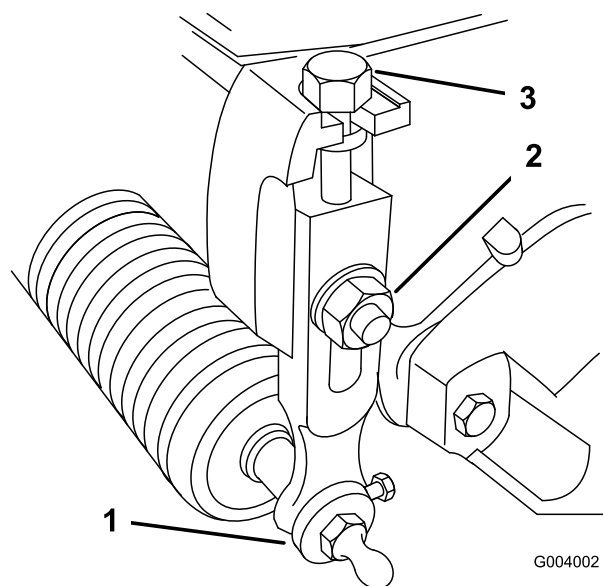

Figura 56
1. Desaperte as porcas de bloqueio que fixam os braços da altura de corte às placas laterais da unidade de corte (Figura 56).